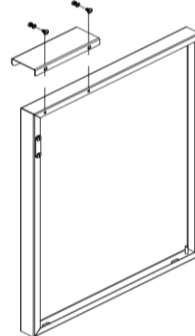

Fig. 2
2. Ensamble la manija de puerta usando 2 tornillos B, 2 tuercas C y 2 arandelas D (Fig.2).